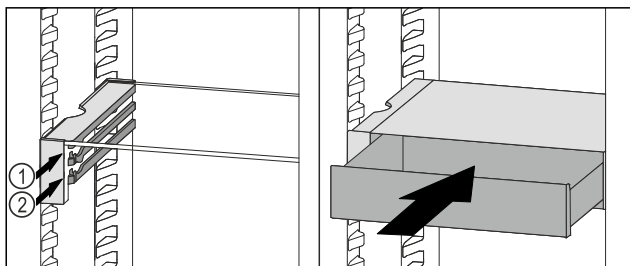

Fig. 66
- ▶ Stavite ladicu VarioSafe ukoso iza zaustavljača na željeni žlijeb Fig. 66 (1) ili Fig. 66 (2).